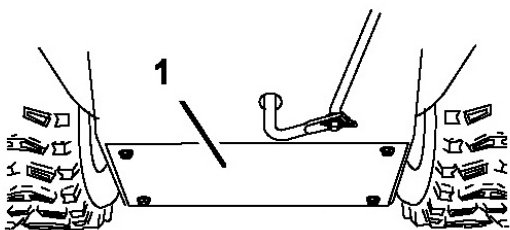

Рисунок 42.
3. Снимите заднюю крышку (Рис. 42).